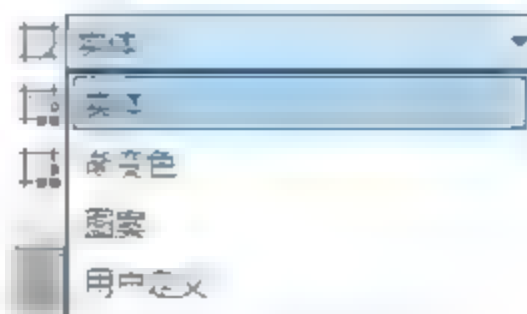

图4-129 类型下拉列表
- 【图案填充类型】按钮:在下拉列表中包含【实体】、【图案】、【渐变色】和【用户定义】4个选项,如图4-129所示。